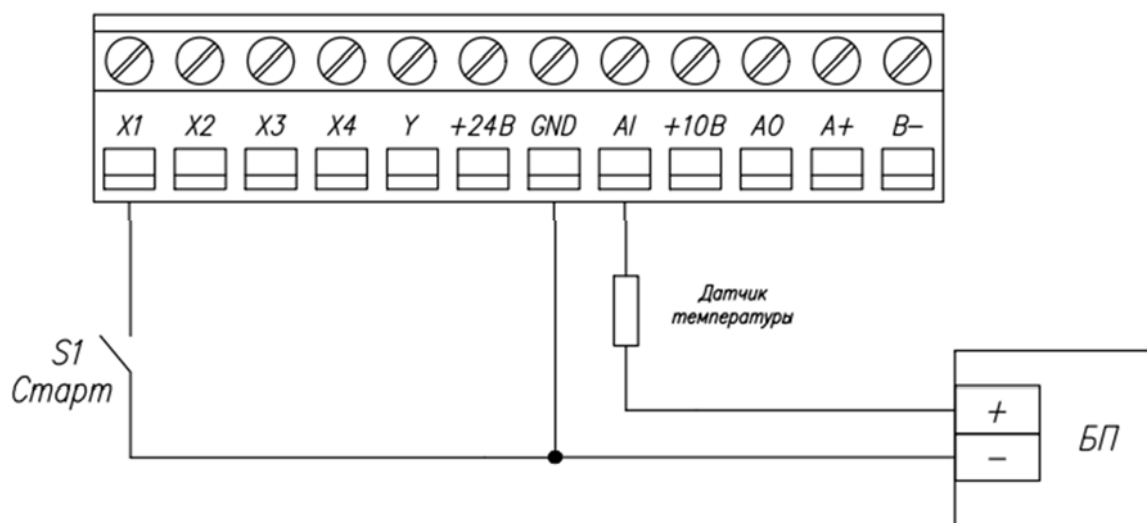

Рисунок 2. Схема подключения датчика температуры к ПЧВ (используется внешний источник питания)
- С использованием внешнего источника питания (Рис. 2)